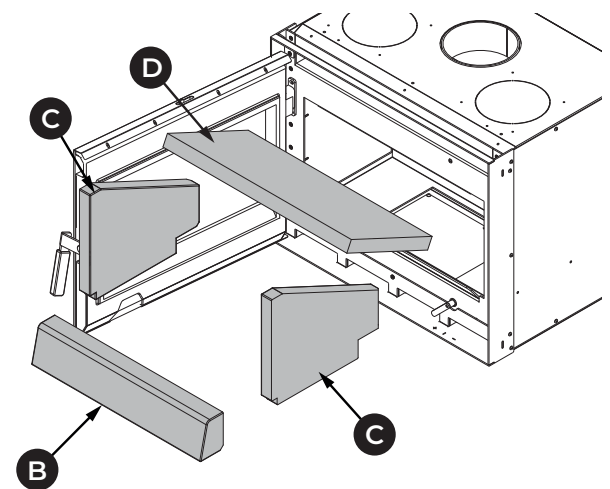

Fig. 8.2
2	Retirer dans l'ordre la paroi du fond (B), les parois latérales (C) et le déflecteur supérieur (D) (Fig. 8.2)